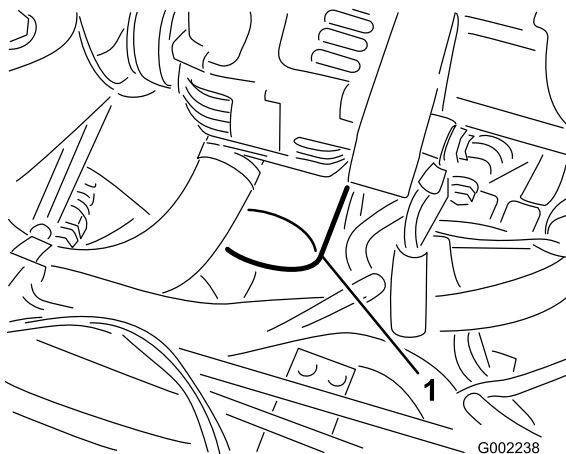

图42
7. 拆下旧机油滤芯（图42）。
10. 将新机油滤芯装在机油滤芯安装座上。顺时针转动机油滤芯，直至橡胶垫片接触到机油滤芯安装座，然后将机油滤芯再旋入 1/2 圈（图42）。